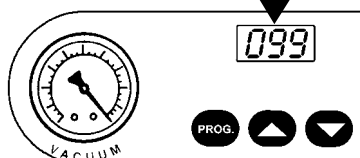

Fig. 3B
- Regeln Sie die Funktion "VAC" auf 99% (digitale Versionen mit Sensor) (**Abb. 3B**)